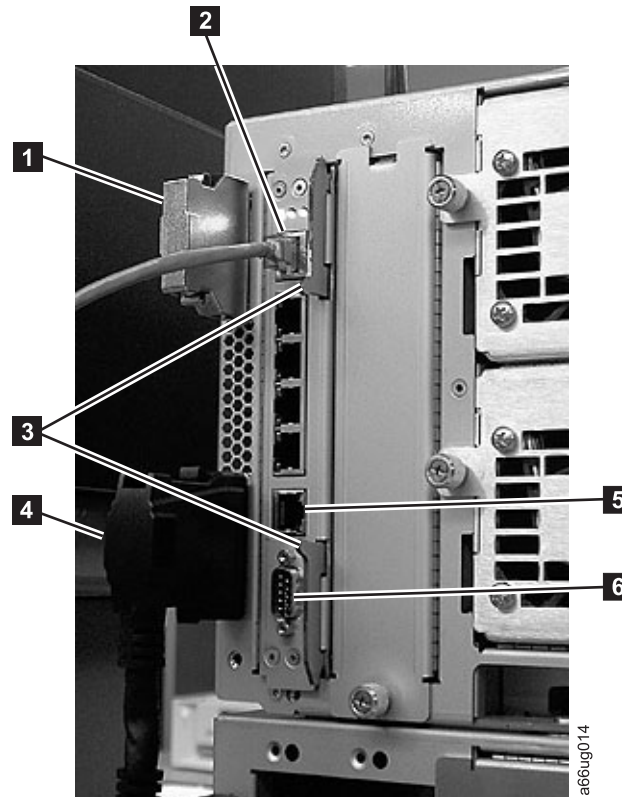

Figura 11-8. Blade de Controle da Biblioteca
3. Segure o par de travas próximas às partes superior e inferior do LCB (3 na Figura 11-8 na página 11-13) empurrando-as até que travem no lugar.
- Reconecte o cabo Ethernet (**2** na Figura 11-8) apertando a guia e empurrando o conector para dentro do LCB.
Nota: Seis slots residem abaixo do cabo Ethernet. Os quatro slots posicionados mais acima são reservados para uso futuro. Os dois slots posicionados mais abaixo são designados como portas Ethernet (**5** na Figura 11-8) e serial (**6** na Figura 11-8), e são reservados para uso pela Equipe de Serviços IBM.